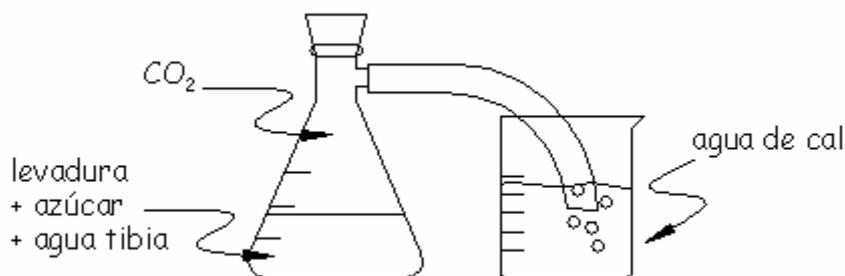

Figura 3
- 4.1 Llena hasta la mitad el matraz Kitasato (o el matraz Erlenmeyer con tapón y con tubo de desprendimiento) con alguna bebida gaseosa y tápalo. Coloca la manguera de hule en la salida del matraz (el dispositivo es igual al utilizado en la obtención de CO_2 como producto de la fermentación, Figura 3. Se puede sustituir por el dispositivo empleado en el experimento 5).
5.3 Vierte aproximadamente 10 mL de agua de cal en un vaso de precipitados y coloca el extremo libre de la manguera en el agua de cal (Figura 3). (Este dispositivo se puede sustituir por uno como el empleado en el experimento 5.)